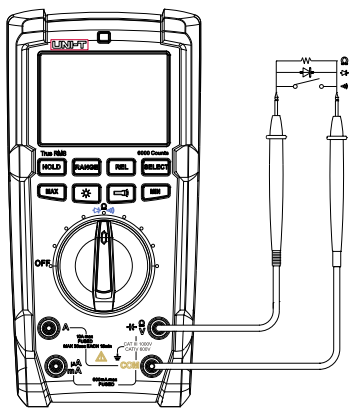

图5a
3. 电阻与电路通断测量(见图5a)
4. 二极管测量(见图5a)